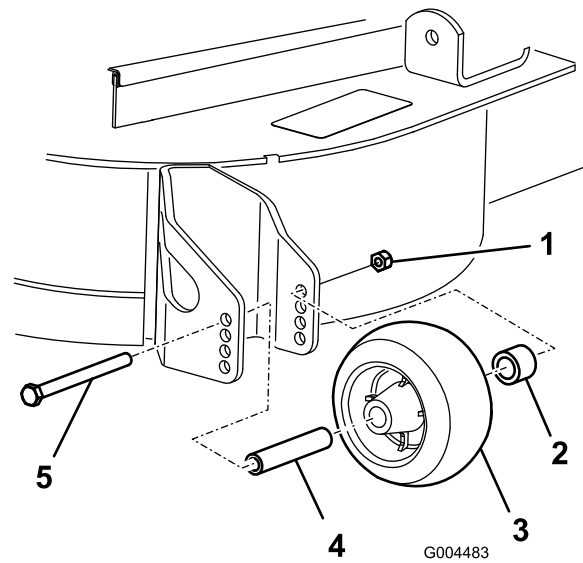

Figura 18
- Depois de regular a altura de corte, ajuste os rolos retirando a porca flangeada, a bucha, a cunha e o parafuso (Figura 18).
- Coloque a porca flangeada, a bucha, a cunha e o parafuso. Aperte com 54–61 Nm (Figura 18).